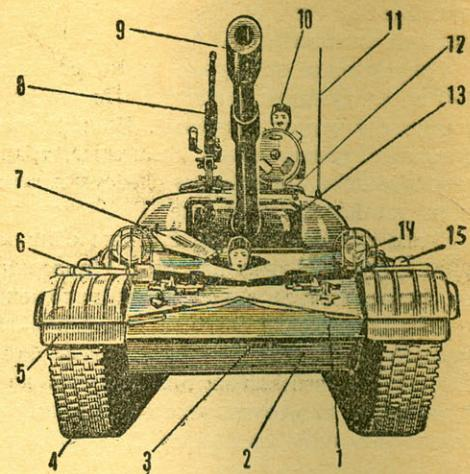
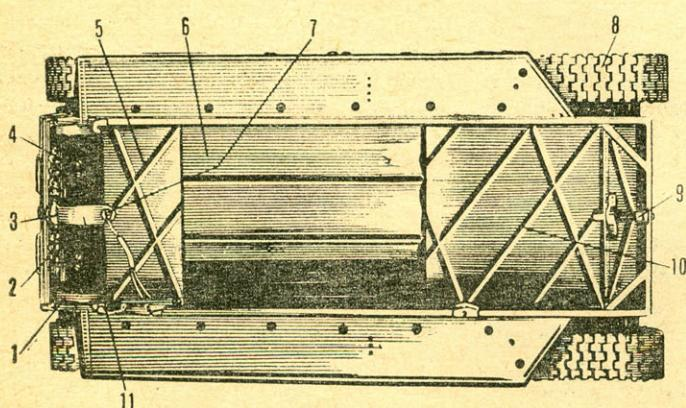

РИС. 1. ВИД СПЕРЕДИ:
РИС. 4. НИЖНЯЯ ПОЛОВИНА МОДЕЛИ:
**КОРПУС** состоит из верхней и нижней половин, скрепленных между собой спереди — защелкой (рис. 1), сзади — жестяной петлей (рис. 4). Нижняя половина несет на себе всю ходовую часть модели, а также источник питания — батареи типа «Сатурн» или аккумуляторы СЦ-3, СЦ-5. Корпус жестяной (толщина листа 0,2—0,3 мм), спаянный на болванке из